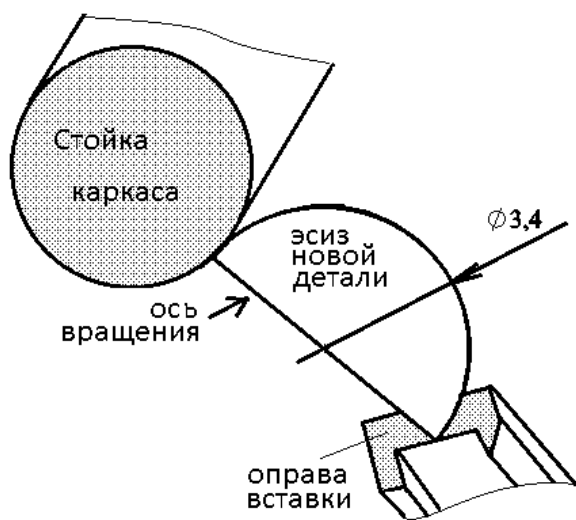

Рис. 2.13
12. На вновь созданной плоскости рисуем эскиз – половину сферы и выполняем вращение контура вокруг оси (рис. 2.13).